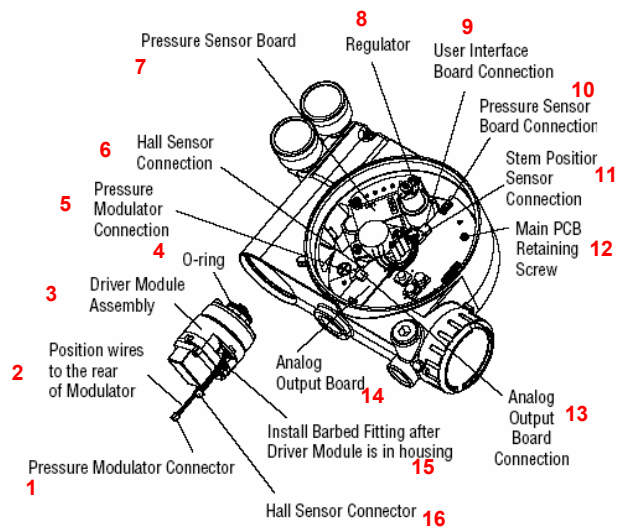

Рисунок 11. Задающий модуль в сборе
13. Пропустите два провода, находящиеся с задней стороны модуля, внутрь модуля так, чтобы они незначительно выходили из модуля (см. рис. 11). Это позволит исключить спутывание и повреждение проводов при выворачивании модуля.
16. Проверьте, имеется ли уплотнительное кольцо на верхней поверхности нового задающего модуля. Уложите провода вдоль боковой поверхности модуля как показано на рис. 11 и удерживайте провода рукой в этом положении.
В приведенной ниже инструкции по замене регулятора используются ссылки на рис. 11 и 15. Для замены требуются следующие инструменты:
7. Отверните крепежных винта в основании регулятора. Снимите регулятор. Убедитесь в том, что уплотнительное кольцо и фильтр остались в расточке. (см. рис. 11).